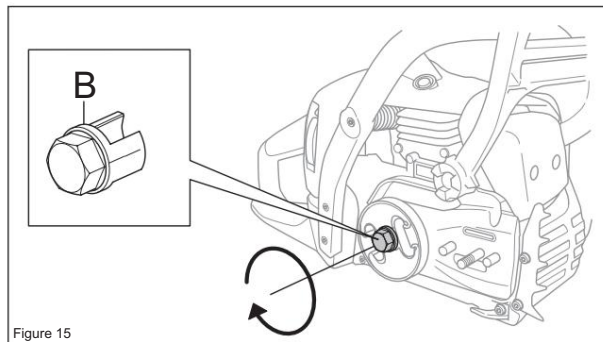

Figure 15
Déboulonner l'embrayage à l'aide de l'outil 502 54 16-03 (B) et d'une douille ou d'une clé appropriée. Tournez l'embrayage dans le sens des aiguilles d'une montre pour le retirer. (voir figure 15)